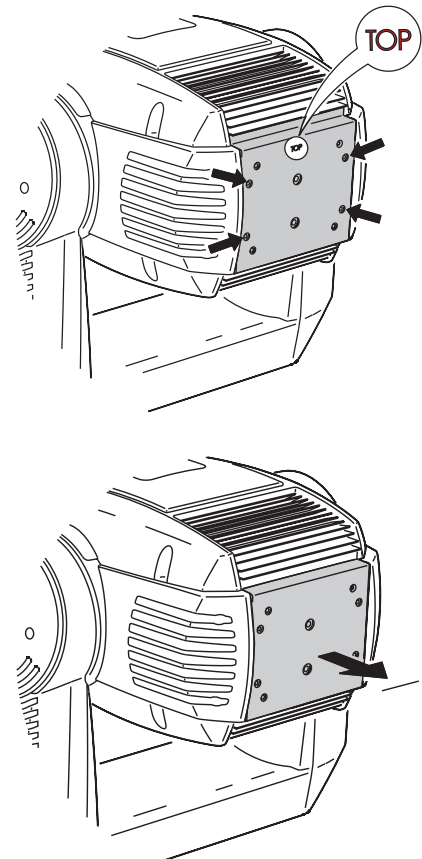

Figure 4: Acceso a la lámpara
- 2 Ver Figure 4. Soltar las sujeciones de 1/4 de vuelta marcadas con flechas de la placa posterior. Tirar del soporte de la lámpara tanto como sea posible y dejar el resto en su posición.